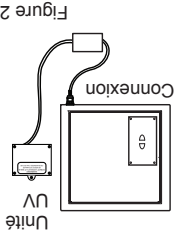

Figure 2
1. Mettez le disjoncteur du spa à la position OFF (arrêt). VIDER VOTRE SPA. Débranchez le système CLEARRAY de la commande, Figure 2.